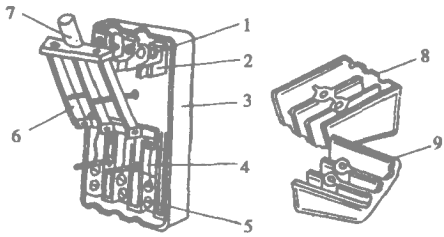

图 1-1 闸刀开关的结构
1) 闸刀开关。又称开启式负荷开关,是最简单的手动控制开关(图 1-1)。它由活动刀闸、固定刀座、瓷板、胶木外壳等组成。活动刀闸由瓷柄控制。在通向负载的一端串接有熔体。熔体是作为短路保护用的。当电路通过很大的短路电流时,熔体熔断,切断电路,